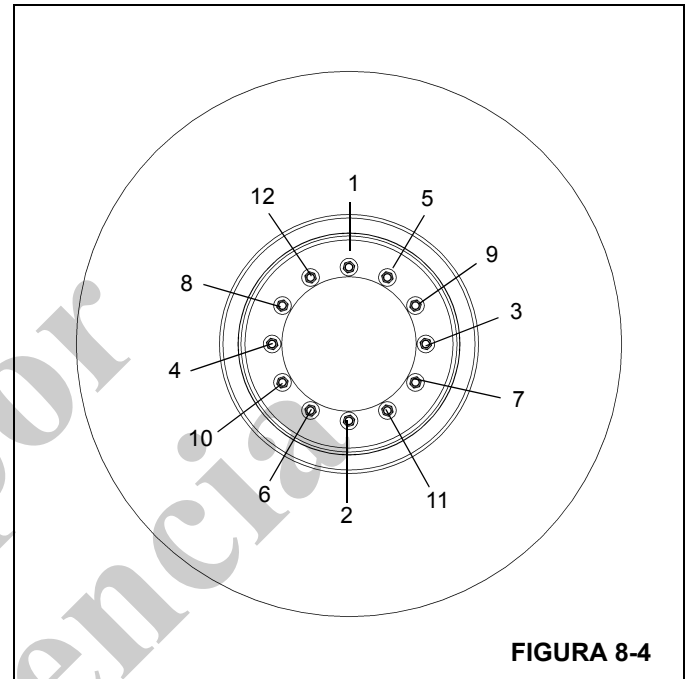

FIGURA 8-4
1. Coloque la rueda en los espárragos de montaje procurando evitar dañar las roscas. Instale las tuercas de rueda y apriételas a 50 lb-pie (68 Nm) siguiendo la secuencia ilustrada en la Figura 8-4.
3. Apriete las tuercas de rueda a un valor de 340 a 360 lb-pie (461 a 488 Nm) siguiendo la secuencia ilustrada en la Figura 8-4.